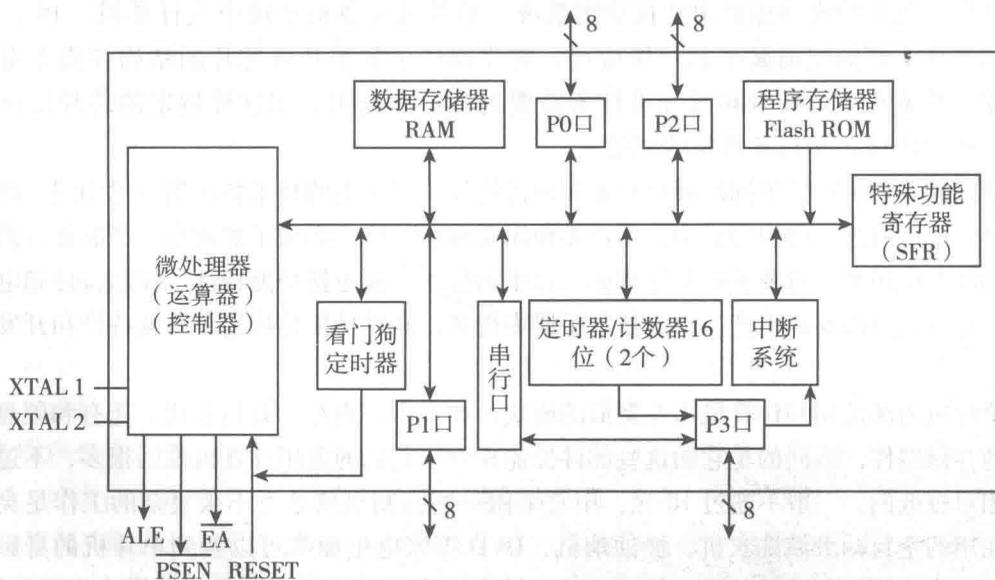

图 1-1 AT89S5x 单片机内部结构简图
(1) AT89S5x 单片机基本特性。
- ① 8 位的 CPU，与通用 CPU 基本相同，同样包括了运算器和控制器两大部分，还有面向控制的位处理功能。
- ② AT89S51 片内有 128 字节的数据存储器 RAM 及 256 字节的数据存储器 RAM。
- ③ AT89S51 片内有 4 KB 的 Flash 存储器；AT89S52 片内有 8KB 的 Flash 存储器。
- ④ 4 个 8 位的并行 I/O 端口 (P0、P1、P2、P3)。
- ⑤ 1 个全双工串行通信口。
- ⑥ 3 个 16 位定时器/计数器 (T0、T1、T2)。
- ⑦ 可处理 6 个中断源，两级中断优先级。
(2) AT89S5x 单片机内部结构简图如图 1-1 所示。